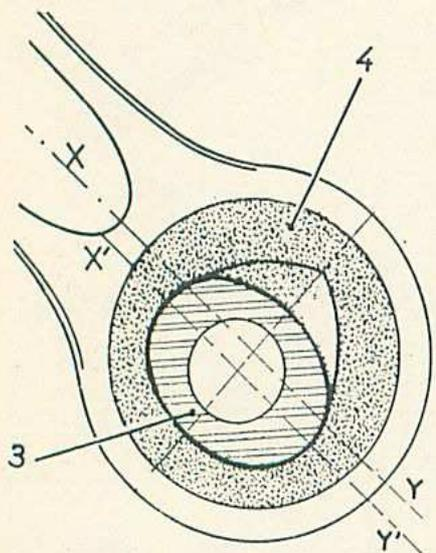

Fig. 61. — Orientation du caoutchouc à l'intérieur du bras.
Au remontage, il faut orienter la partie la plus épaisse du caoutchouc (4) en haut. L'axe X' Y' (fig. 61) de l'ellipse formée par l'intérieur du caoutchouc doit être parallèle à l'axe X Y du bras de suspension.
- Poser dans l'ordre le caoutchouc (4) et les demi-cônes (3).
- Poser l'axe (5), le frein (2) et l'écrou (1), bloquer et freiner.